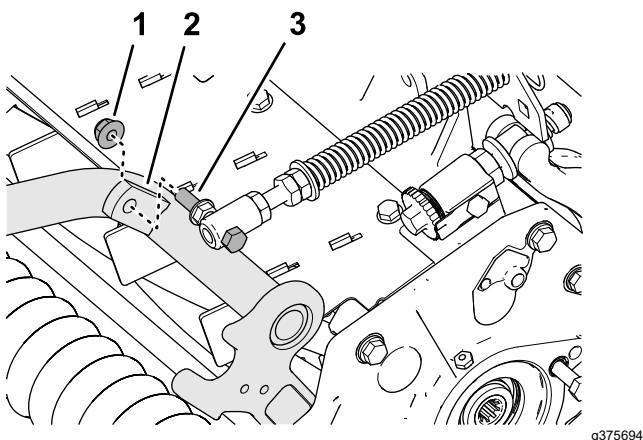

Figura 9
- Monte el tornillo del muelle de compensación del césped en la pestaña derecha del bastidor de tiro (Figura 9) con la contratuerca con arandela prensada ($\frac{3}{8}$ ").